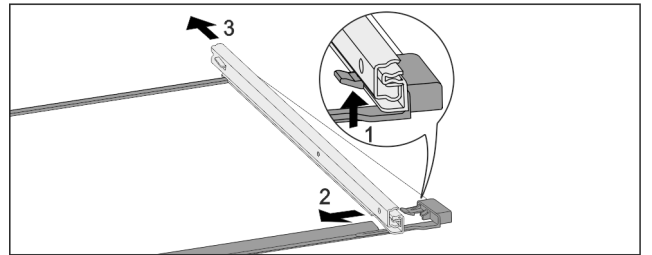

Fig. 129 带轨道的玻璃隔板
- ▶ 向上按前端的锁定钩。 Fig. 129 (1)
- ▶ 将牵伸轨推向一侧 Fig. 129 (2)，然后向后 Fig. 129 (3) 推。